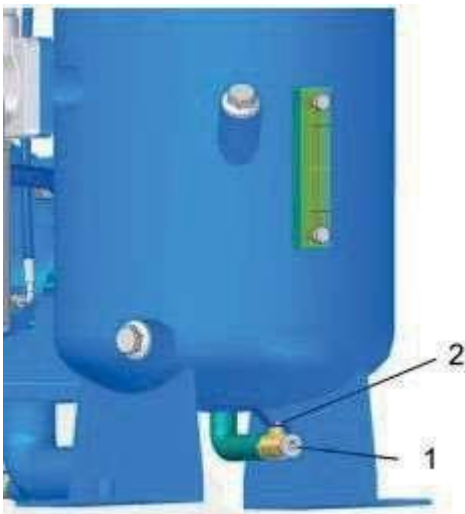

Рис. 35: Отверстие для слива масла
5. → Аккуратно выкрутите резьбовую пробку (Рис. 35 поз.1).
6. ➔ Аккуратно откройте сливной кран масла (Рис.35 поз. 2) и проверьте вытекающую жидкость.
8. ➔ Закройте сливной кран (Рис. 35 поз. 2).
9. ➔ Снова закрутите резьбовую пробку (Рис. 35 поз.1).